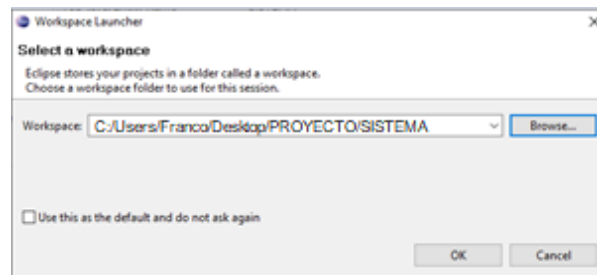

Ilustración 18: Ubicación del proyecto en la plataforma Eclipse
24. Seleccionamos la carpeta **SISTEMA** que se encuentra dentro de nuestra carpeta de proyecto para alojar el nuevo proyecto de Eclipse, como se muestra en la ilustración 18.